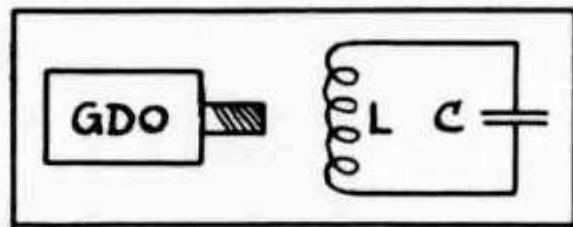

Fig. 3
3. Wellenmesser: Die Resonanzfrequenz-Messung irgend eines Schwingkreises lässt sich leicht bewerkstelligen, indem man den GDO in die Nähe des zu messenden Kreises bringt. Dabei vermeide man zu starke Kopplung, um eine Beeinflussung des Oszillators zu umgehen. Meist genügt es, die ungefähre Frequenz zu kennen (Fig. 3).
4. Kapazitäts- und Induktivitätsmessung: Um Kapazitätsmessungen durchführen zu können, benötigt man eine Spule bekannter Induktivität (L). Nun schliesst man die Spule mit dem unbekannten C zusammen zu einem Kreis und misst mit dem GDO die Frequenz. Nach der bekannten Kreisformel ergibt sich:
Hat man eine Reihe von Messungen gemacht, trägt man dieselben in eine Tabelle ein und zeichnet sich die entsprechende Kurve auf, so dass man bei späteren Messungen nicht mehr zu rechnen braucht (Fig. 3).